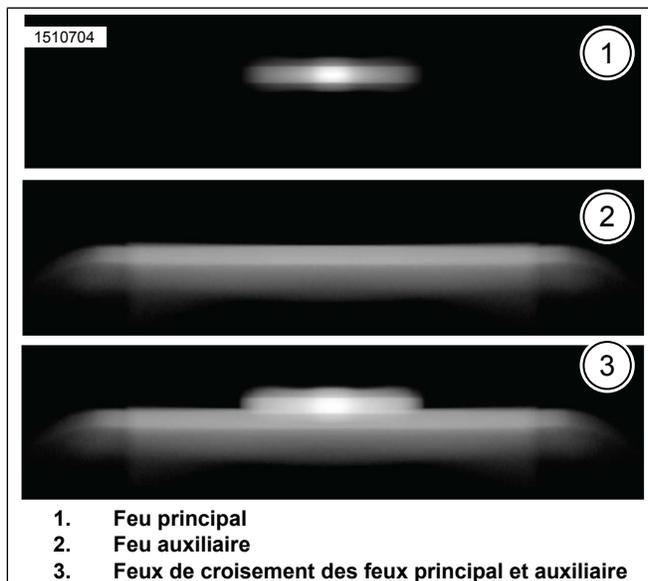

Figure 12. Installation du feu auxiliaire
- c. Voir la Figure 12. Allumer les feux de croisement auxiliaires et aligner les trois feux.